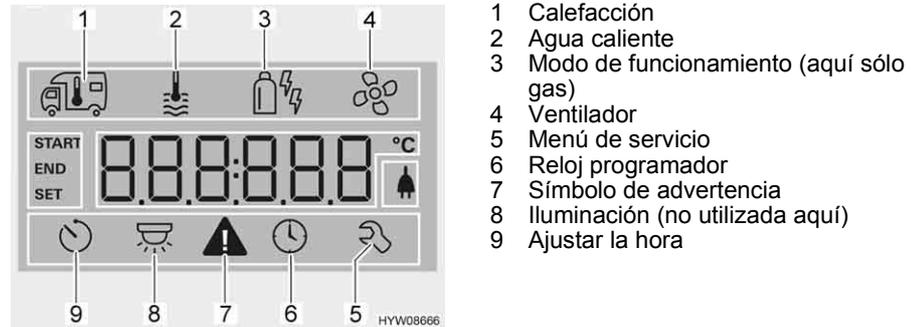

Fig. 57 Display
- Girar el pulsador giratorio (Fig. 56,6) hasta que parpadee el símbolo de menú Calefacción (Fig. 57, 1).
- Girar el pulsador giratorio (Fig. 56,6) hasta que parpadee el símbolo de menú Ventilador (Fig. 57,4).
- Girar el pulsador giratorio (Fig. 56,6) hasta que parpadee el símbolo de menú Reloj programador (Fig. 57,6).
- Pulsar el pulsador giratorio. El reloj programador estará activado. El símbolo Reloj programador (Fig. 57,6) parpadeará si el reloj programador está programado y activo.
En caso de una advertencia, parpadeará el símbolo de advertencia (Fig. 57,7). La calefacción continuará funcionando. Si sólo se trata de una avería temporal, el símbolo de advertencia se apagará automáticamente.